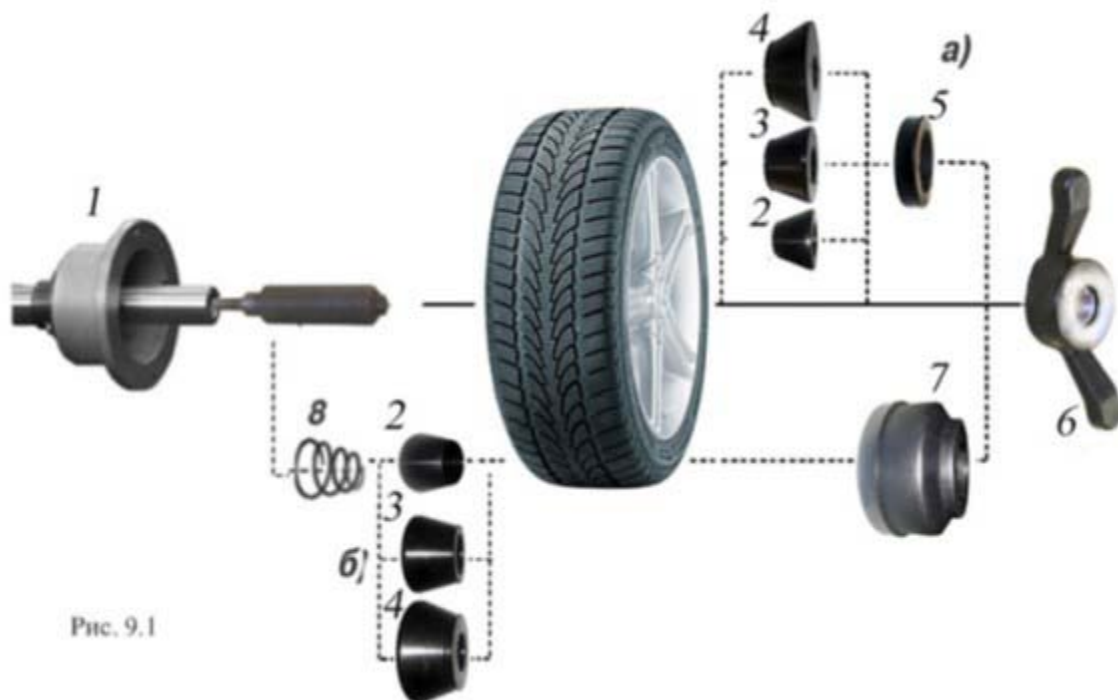

Рис. 9.1
9.2. Колеса легковых автомобилей и легких грузовиков типа "Газель" закрепляются на валу СБ за центральное отверстие обода с помощью конусов и гайки. В зависимости от конфигурации обода конус может быть установлен как с внешней стороны обода (вариант "а"), так и с внутренней (вариант "б") (см.рис. 9.1)